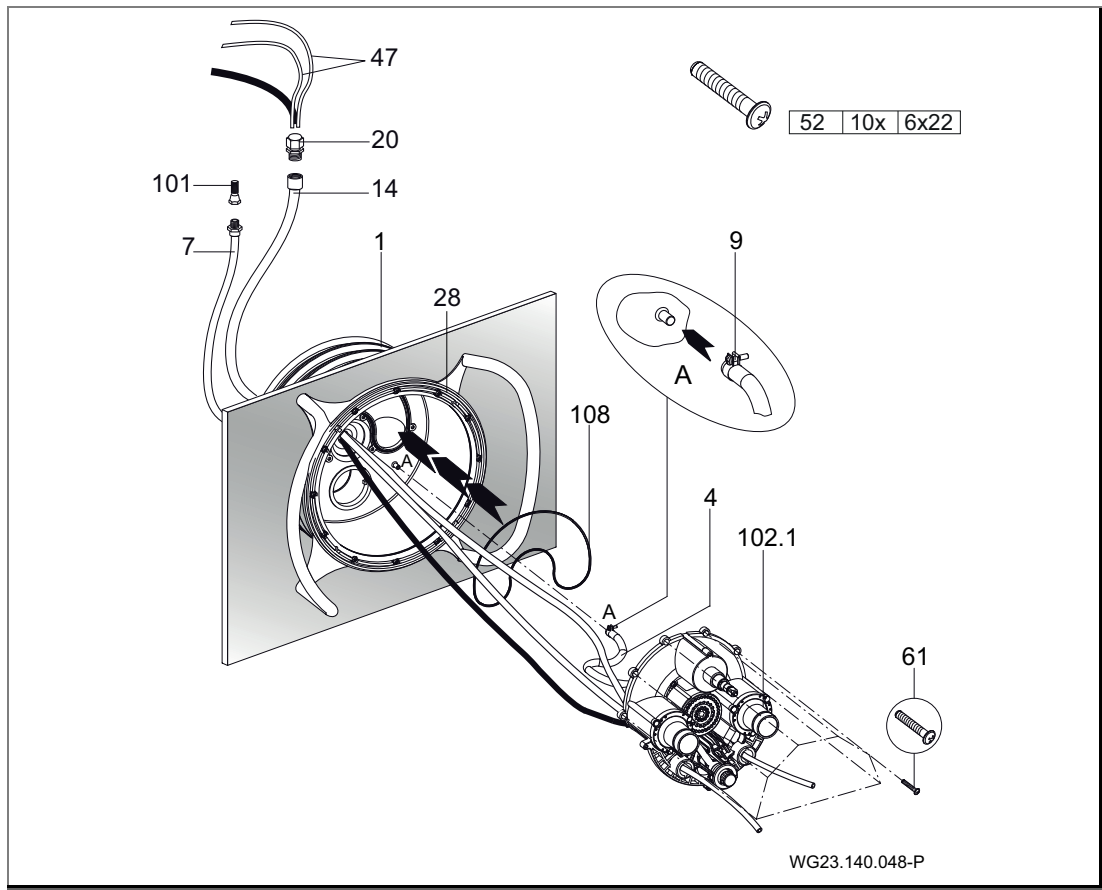

Fig. 16
2. Placer le joint torique (108) dans la pièce à sceller (1). (Fig. 16)
3. Visser les dix vis auto taraudeuses jointes (61) dans le corps de buses. Poser le corps de buses pré assemblé (102.1) contre la pièce à sceller (1). (Fig. 16)
4. Guider les flexibles pneumatiques (47) et le câble du projecteur à travers la gaine de protection (14) et les étancher avec le presse étoupe (20). (Fig. 16)
5. Fixer la tuyauterie d'air interne (4), qui est déjà complètement pré- assemblée avec le corps de buses (102.1) et la régulation d'air, à la pièce à sceller (1) avec le collier de serrage (9). (Fig. 16)
6. Guider les flexibles pneumatiques à travers les orifices inférieurs et extérieurs du corps de buses (102.1); éclairage MARCHE/ARRET à gauche; pompe MARCHE/ARRET à droite. (Fig. 16)
7. Aligner le corps de buses complet (102.1) sur la pièce à sceller (1) et fixer les dix vis auto taraudeuses préassemblées (61). (Fig. 16)